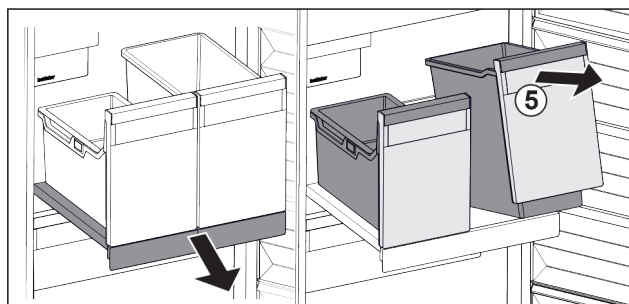

Fig. 104
- ▶ Unieść pojemnik Fig. 104 (5) z przodu.